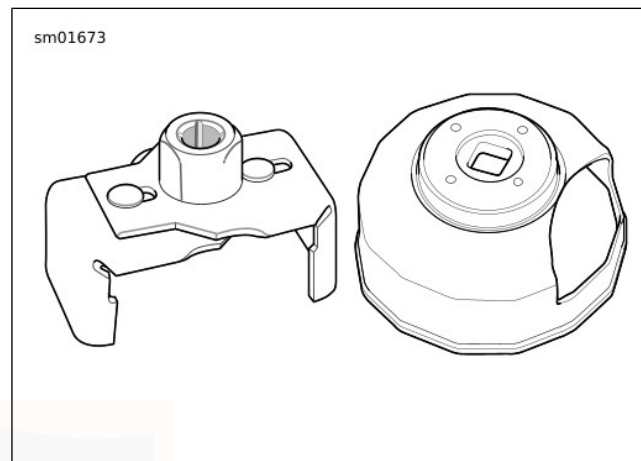

Abbildung 29. Ölfilterschlüssel
4. Siehe Abbildung 29. Den Ölfilter mit dem ÖLFILTERSCHLÜSSEL (TEILE-NR.: HD-42311) oder dem ÖLFILTERSCHLÜSSEL (TEILE-NR.: HD-44067) entfernen. Altes Dichtungsmaterial von der Ölfilterbefestigungsfläche entfernen.